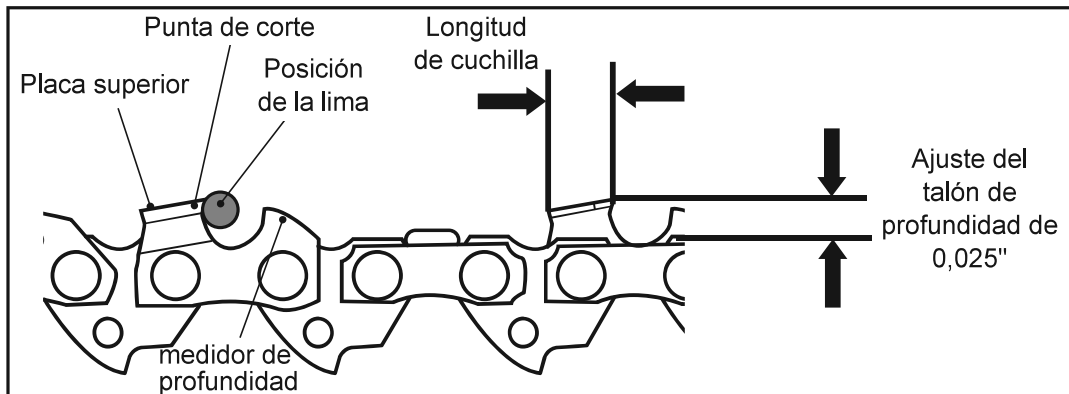

Fig. 41
9. Utilice un instrumento de medición del talón de profundidad para comprobar la altura de este. La mayoría de los principales proveedores de herramientas pueden suministrarle dispositivos de medición del talón de profundidad (Fig. 41).